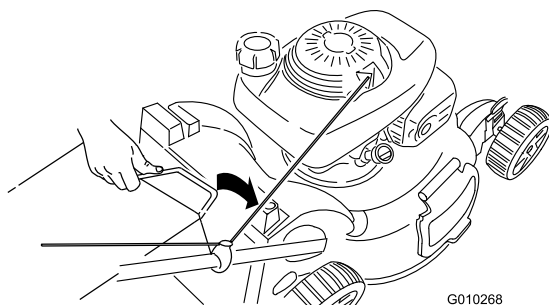

Figura 27
3. Inserite la maniglia del cesto di raccolta nelle scanalature presenti sulla parte superiore del tosaerba (Figura 27).